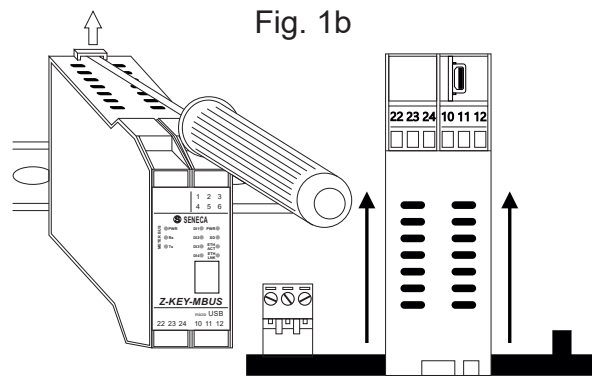

Fig. 1b
- 1) Desplazar hacia el exterior los dos ganchos en el lado posterior del módulo como se muestra en la fig. 1b.